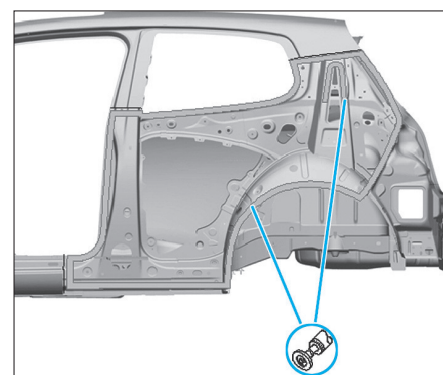

FIG. 129
- Préparer les zones d'accostage, éliminer entièrement les restes de colle et poncer à nu les surfaces de collage et les morceaux de tôle restants (Fig.129).